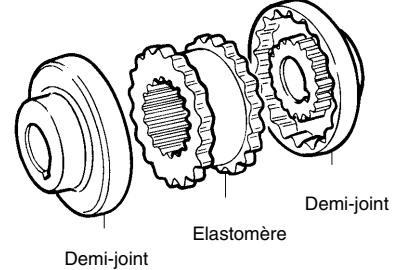

fig. 27
12.11 Remplacement de l'élastomère du joint SURE-FLEX (fig. 27)
- **radial:** (fig. 27) mesurer le désalignement maximum (cote C) avec une règle posée sur la surface externe des demi-joints et sur au moins quatre ponts de la circonference et le ramener le plus possible à zéro (voir tableau).
- **angulaire:** (fig. 27) mesurer la distance entre les deux demi-joints sur au moins quatre points avec une jauge et ramener la différence (b-a) le plus possible vers le zéro (voir tableau).